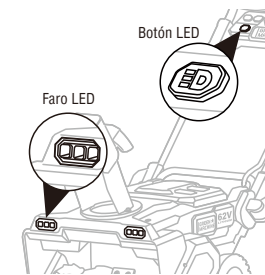

Fig.8
1. Los faros LED están ubicados en la parte delantera de la unidad. (Fig.8).
2. Para encender las luces, presione el botón LED en el panel de control (Fig.8).